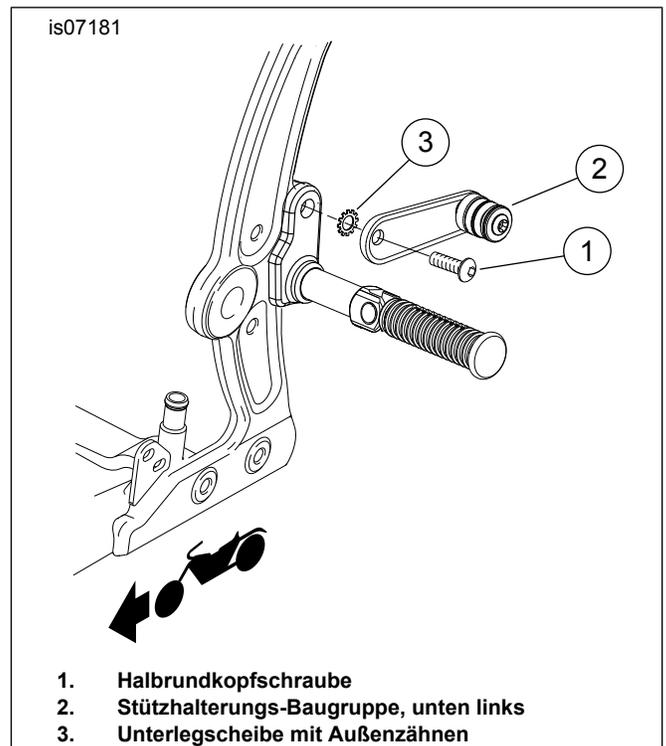

Abbildung 7. Stützhalterungs-Baugruppe, unten links
5. Siehe Abbildung 7. Die linke untere Stützhalterung mit der Halbrundkopfschraube und Sicherungsscheibe am Rahmen befestigen. Schrauben auf ein Drehmoment von 16,3–24,4 N·m (12–18 ft-lbs) anziehen.